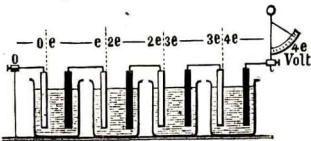

Abb. 328. Serienschaltung
5. Will man eine **höhere Spannung** erzielen, so schaltet man zwei oder mehrere galvanische Elemente **hintereinander** zu einer Batterie. Dabei muß man den positiven Pol des einen Elements mit dem negativen des folgenden verbinden (Abb. 328).